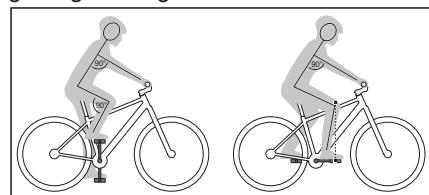

Fig. 2: Siddeposition
- ↪ Kontrollér, at du også på længere cykelture har en behagelig siddeposition, og at du kan betjene alle komponenter på styret forsvarligt under kørslen (*se Fig. 2*).